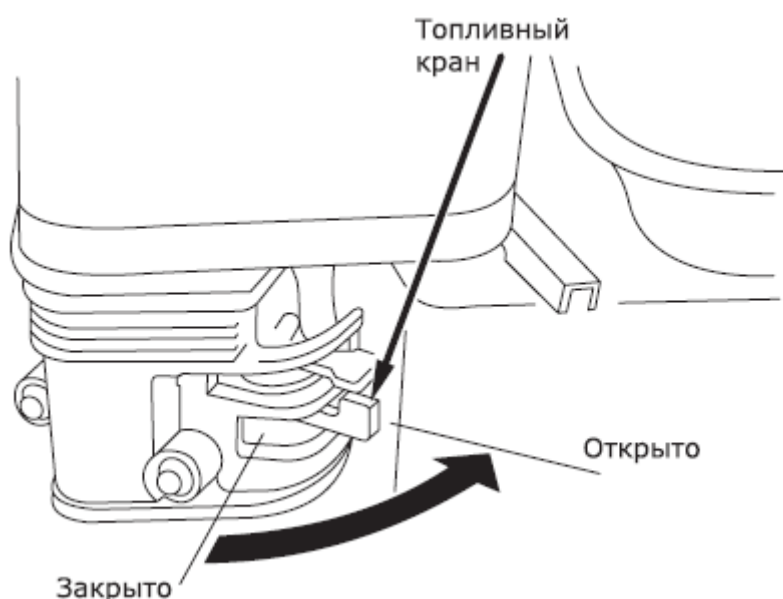

Рис. 6 – Топливный кран двигателя
- Поверните топливный кран в положение «Открыто» (рис. 6)